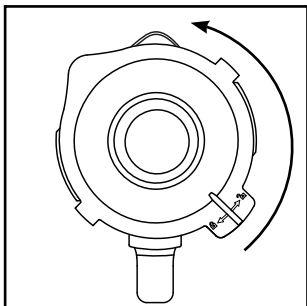

Abb. 1
- 1) Drehen Sie den Mixaufsatz ❸ gegen den Uhrzeigersinn, bis der Pfeil ▼ unter dem Griff des Mixaufsatzes über der Position  steht. Nehmen Sie den Mixaufsatz ❸ gerade nach oben vom Motorblock ❹ ab.
- 2) Entfernen Sie den Deckel ❷, indem Sie ihn so weit gegen den Uhrzeigersinn Richtung Position  drehen (siehe Abb. 1), bis Sie ihn nach oben abziehen können.
- 3) Befüllen Sie den Mixaufsatz ❸ mindestens bis zum untersten Strich der Skala ❹ und maximal bis zur Markierung MAX. Für optimale Ergebnisse empfehlen wir folgende maximale Füllmengen: